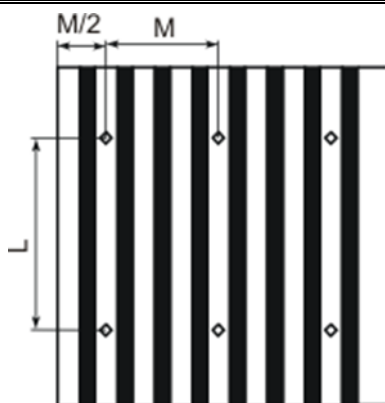

Рис.3.5 - Потолок с балками
3.6.16. При наличии на потолке линейных балок (рисунок 3.5) расстояния между соседними осями ЧЭ извещателя поперёк балок M определяются по таблице 3.3. Расстояние от оси ЧЭ до стены не должно превышать половины M .